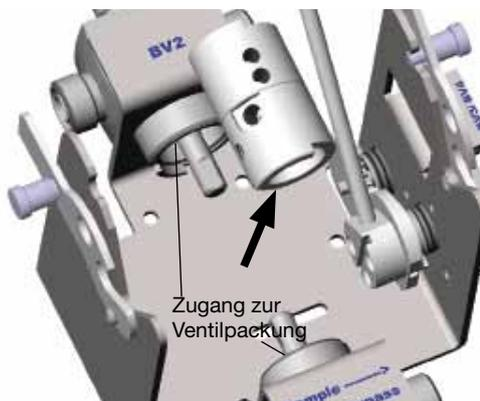

Abb. 4
7. Das schwarze Griffbauteil herausheben. Abb. 4.